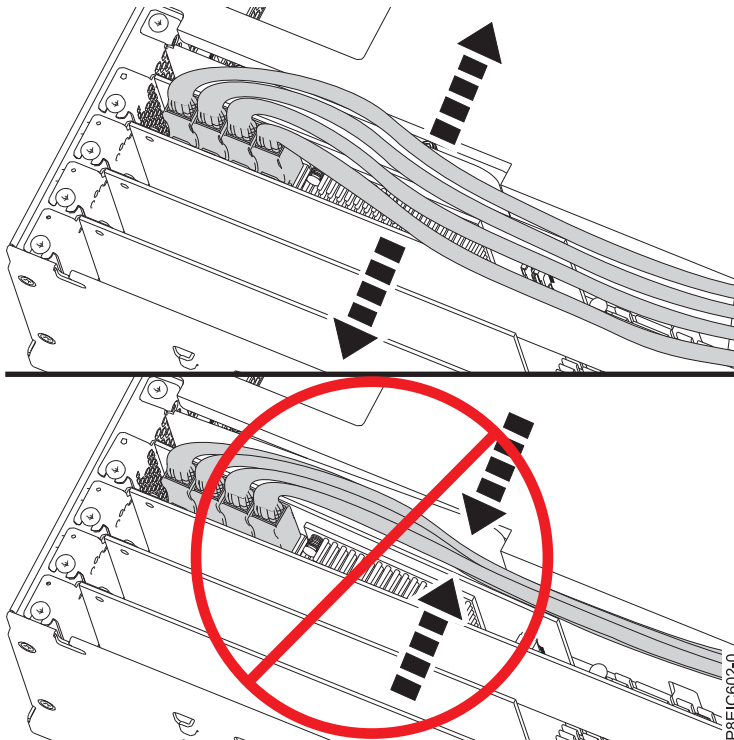

Figura 37. Direccionamiento de los cables de señal de la unidad de disco
- Reparta los cables para asegurarse de que la cubierta de acceso de servicio se puede cerrar sin pellizcar los cables. Consulte la Figura 37 en la página 60.